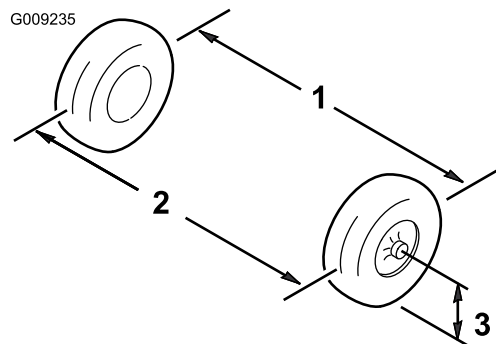

Figure 54
2. Mesurez la distance entre les roues avant à hauteur d'essieu, à l'avant et à l'arrière des roues (Figure 54).